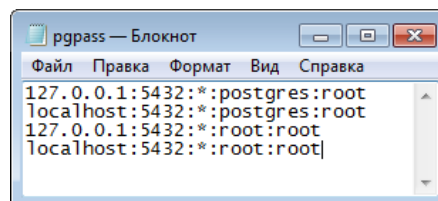

Рисунок 9.27 — Сохранение пароля для доступа к базе данных PostgreSQL-9.3
2. Дополните текст файла строками, как показано на иллюстрации (см. рисунок 9.27)